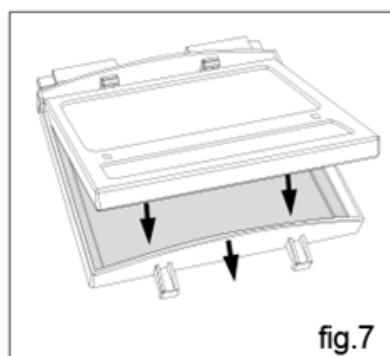

fig.7
- **VÝMĚNA KAZETY FILTRU** - vyjměte kazetu filtru s rámečkem kazety filtru ze skořepiny kukly (viz.fig.6), vyjměte kazetu filtru z rámečku. Vložte novou kazetu filtru do rámečku. Ujistěte se že kazeta filtru je vložena správně (viz.na fig.7). Nainstalujte kazetu filtru s rámečkem zpět do skořepiny kukly.